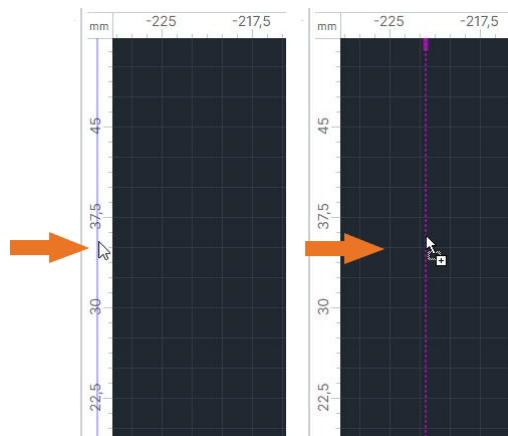

Рис. 210 Размещение направляющих линий
2. Удерживая кнопку мыши, переместите курсор в рабочую область и отпустите кнопку после того, как линия будет размещена в выбранном месте, см. Рис. 210.